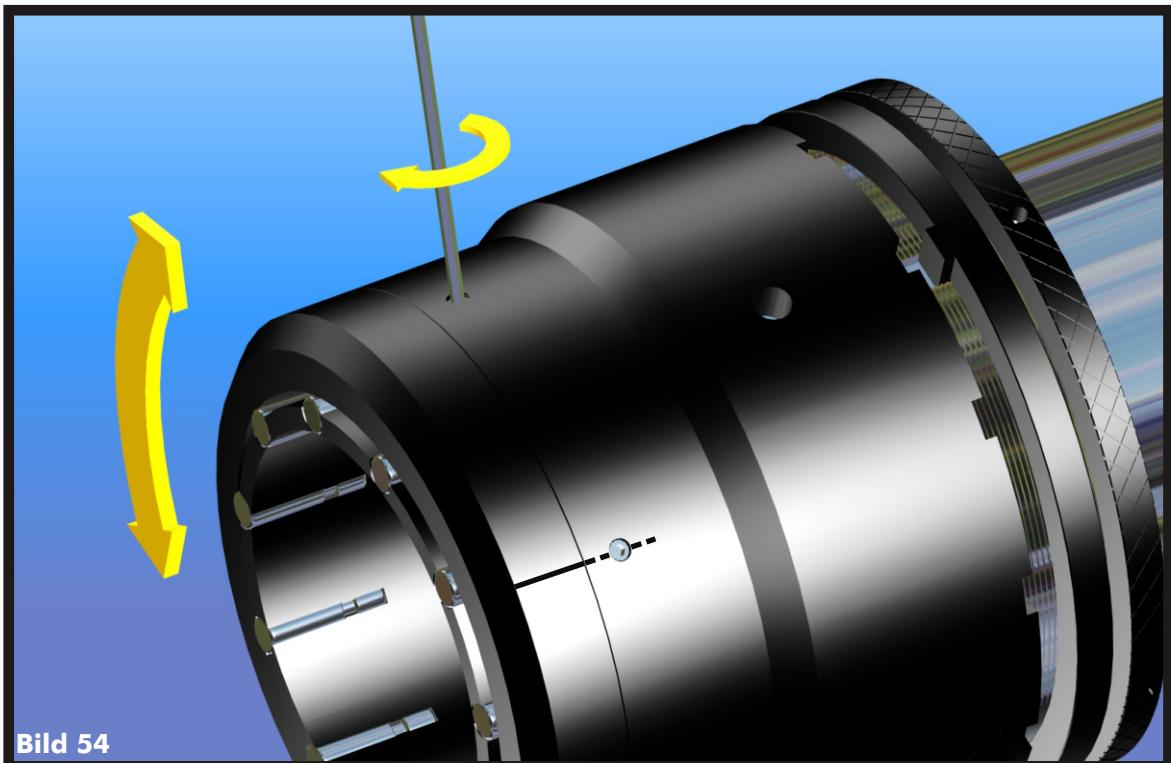

Bild 54
- > **Richten Sie die Markierung des Zylinders auf den nächstgelegenen Gewindestift im Gehäuse aus, und drehen Sie die Gewindestifte fest an (Bild 54).**